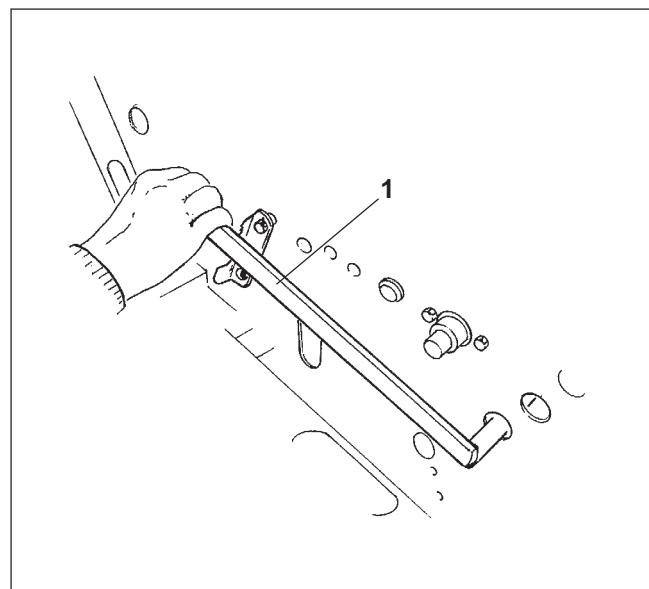

Рис. 7.9
- **D8-60 SUPER.** Рычаг регулировки клапана высевной коробки (Рис. 7.9/1) располагается на левой наружной стороне семенного ящика.